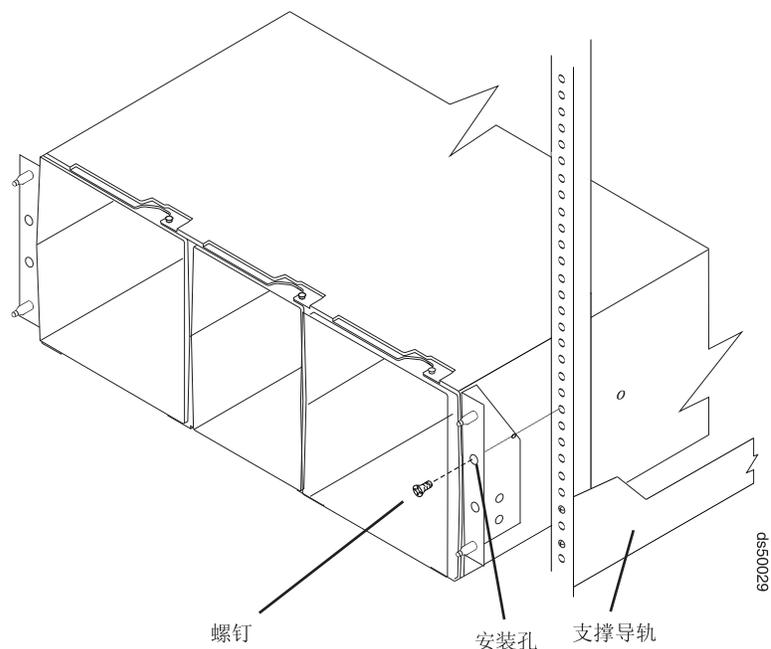

图 17. 将 DS5100 和 DS5300 固定到机架式机箱
1. 从装运箱中卸下空的 DS5100 和 DS5300 并将该存储子系统放入机箱中。第 41 页的图 17 显示空存储子系统相对于机箱和支撑导轨的正确方向。
2. 将存储子系统固定在机箱中。图 17 显示如何将 DS5100 和 DS5300 固定在机箱的垂直部件上。